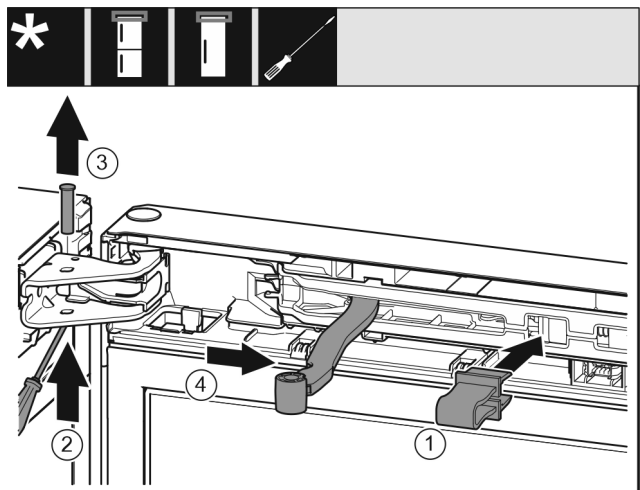

Fig. 8
- ▶ Poistku zaklapnite v otvore. Fig. 8 (1)
- ▶ Čap vysuňte skrutkovačom. Fig. 8 (2)
- ▶ Čap vyberte nahor. Fig. 8 (3)
- Kíb otočte v smere dverí. *Fig. 8 (4)*